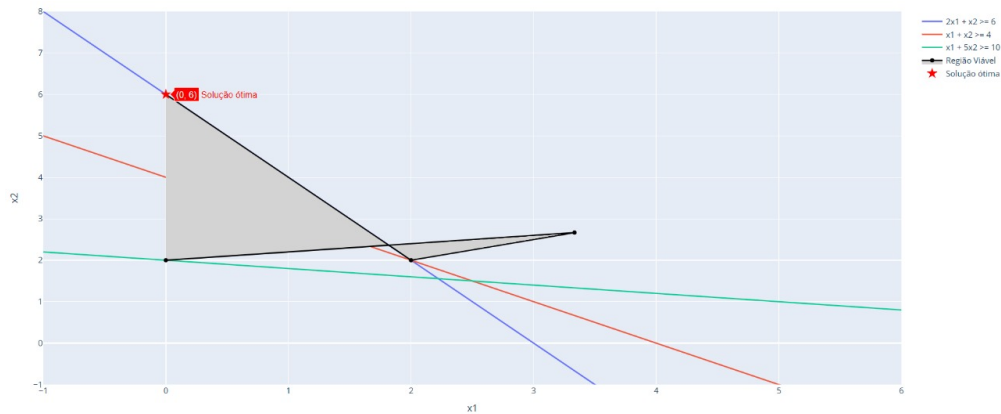

Figura 1: Plot 2D do 1º Problema
#### 4.3.1 Análise do Gráfico 2D (Figura 1)
**Região Factível:** A área sombreada em cinza claro na Figura 1 representa a região factível do problema, ou seja, o conjunto de todos os pontos  $(x_1, x_2)$  que satisfazem simultaneamente todas as restrições.
A região factível, da figura 1, representada pela cor cinza claro, delimitada pelas restrições lineares, com a solução ótima destacada em vermelho.